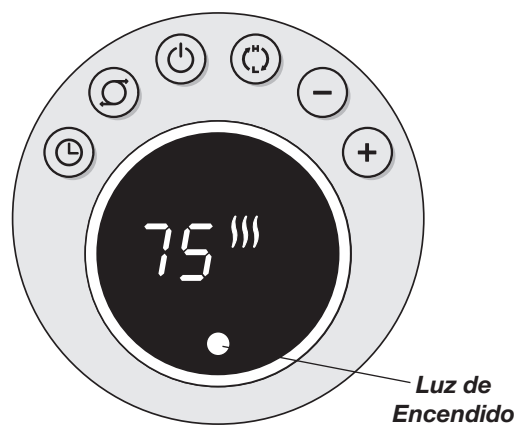

Figura 1
FUNCIONAMIENTO (Figura 1 a 3)
3. Cuando el Calefactor se conecte por primera vez, se oirá un "bip" y la **Luz de Encendido** se encenderá indicando que hay electricidad en la unidad. La **Luz de Encendido** permanecerá encendida hasta que el Calefactor sea desconectado del tomacorriente eléctrico. (Figura 1)
6. Al encender el Calefactor, la unidad estará en calor ALTO (III) (1500 vatios) y mostrará la temperatura actual de la habitación (Figura 1)
7. Oprima el botón (⏻) para calor BAJO (I).